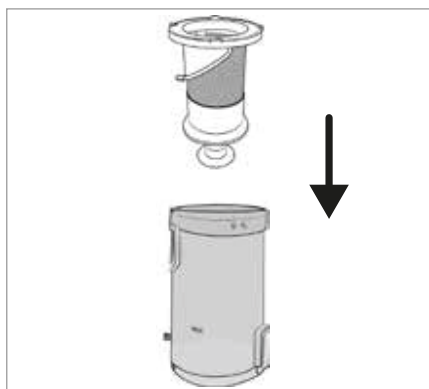

Fig. 23
- Durante la pulizia del filtro in acciaio inox, ⑥ fare attenzione che il supporto in gomma sull'apertura inferiore non vada perso.
- 7) Inserire il filtro in acciaio inox ⑥ nel contenitore di raccolta della polvere ⑦ e spingerlo fino in fondo (vedere fig. 23). Tenere conto dei due fermi di grandezza diversa presenti sul filtro in acciaio inox ⑥. Grazie a questi fermi il filtro in acciaio inox ⑥ può essere inserito nel contenitore di raccolta della polvere ⑦ solamente in una posizione.